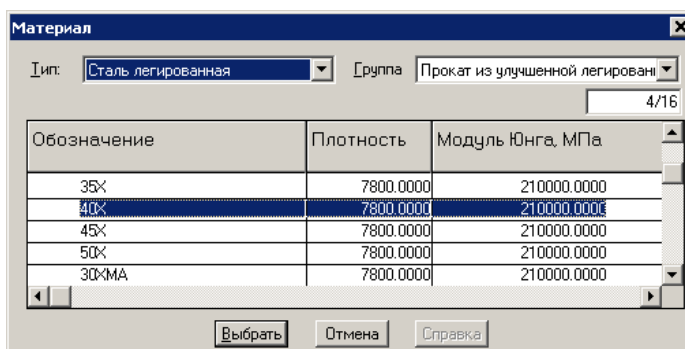

Рис. 3.36 Диалоговое окно выбора материала из базы данных
- 2) выбрать материал из базы данных, входящей в состав системы APM WinMachine (команда **Материал | База Данных**) (рис. 3.36)